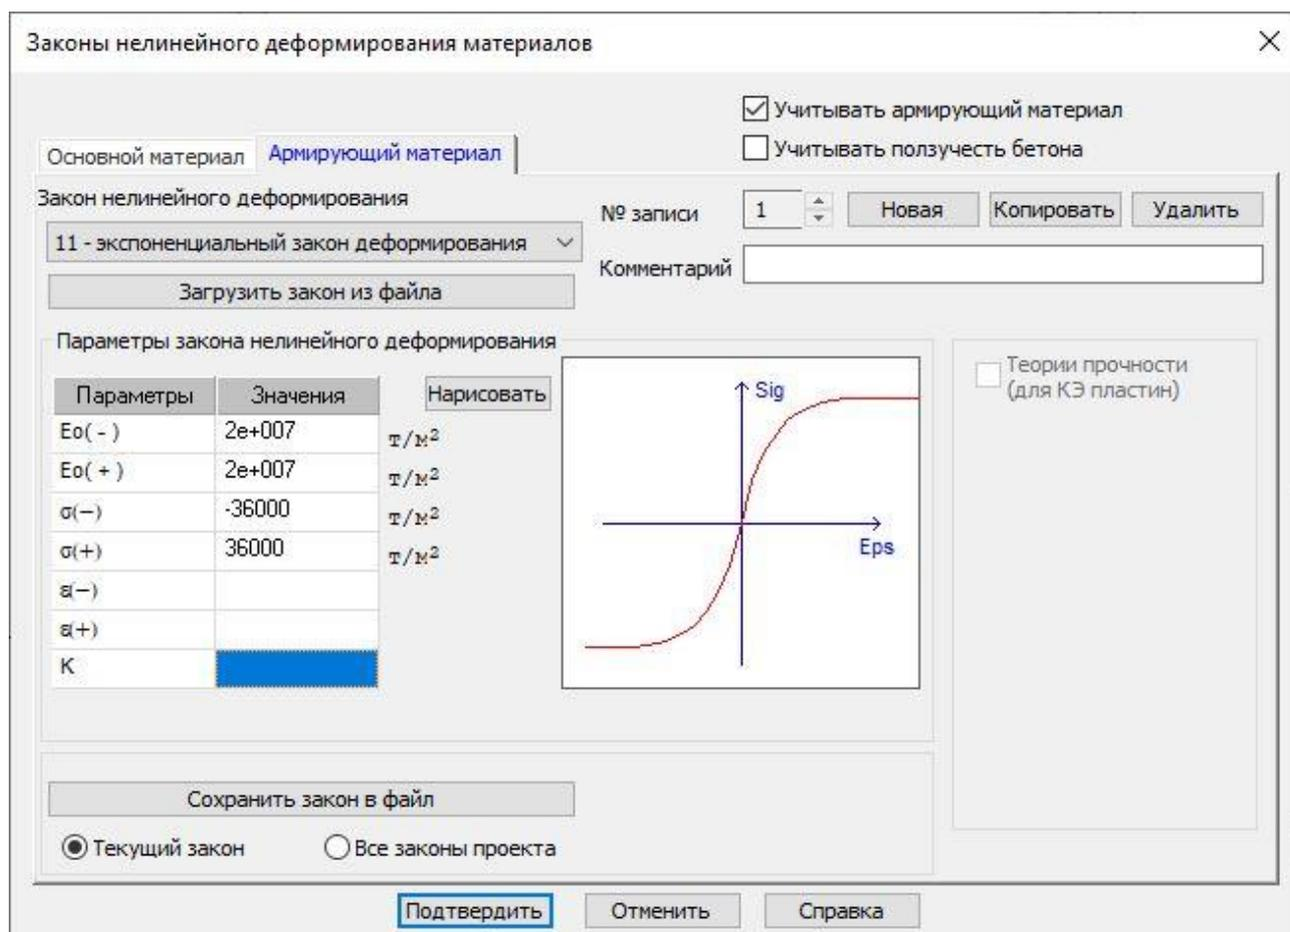

Рис.7.14. Диалоговое окно **Законы нелинейного деформирования материалов** (для армирующего материала)
- Далее в этом же окне установите флажок **Учитывать армирующий материал** (рис.7.14) и перейдите на закладку **Армирующий материал**.